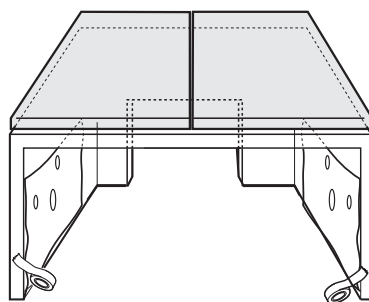

Fig. 3
3. Placera den medföljande schablonen, först på höger sida och sedan på vänster sida (Fig. 3) och borra hål enligt anvisningarna (3 blindhål, 2 Ø 2 mm hål och 1 Ø 5 mm hål).